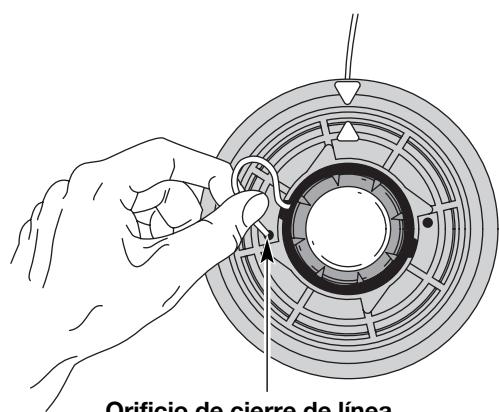

Fig. 14
- Inserte la línea en el orificio de cierre. No empuje la línea más de 12,7 mm (1/2 pulgada) dentro del orificio de cierre. Cuando la línea está bien insertada, formará un bucle pequeño (Fig. 14).